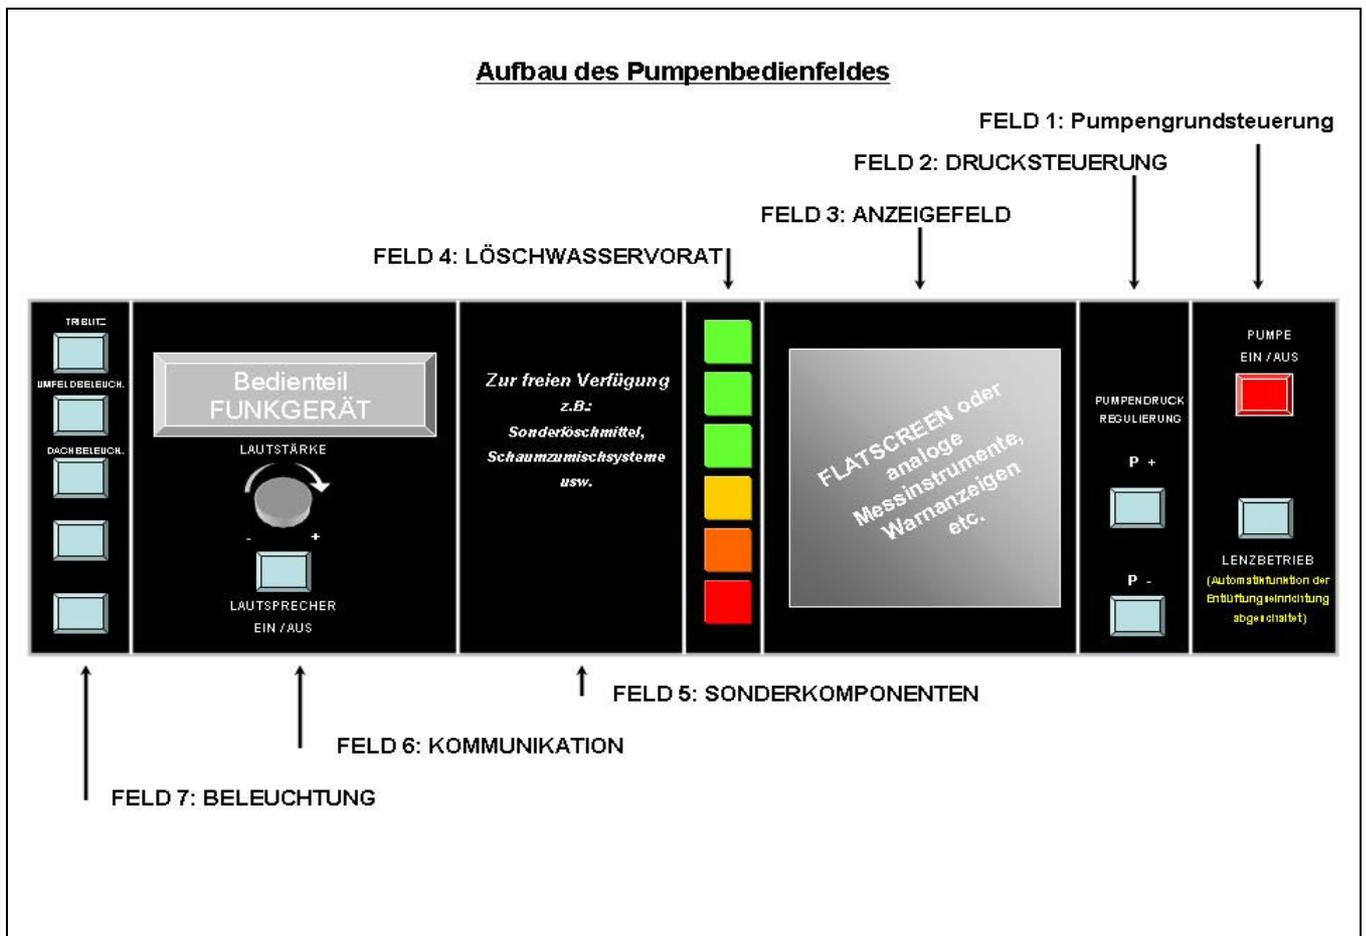

Abb. 2: Grundsätzlicher Aufbau des standardisierten Pumpenbedienfeldes SPBF
3. Die Bezeichnung der sieben Felder (entsprechend der Prinzipskizze in Bild 2, von rechts nach links) und die Richtmaße (Breite x Höhe) sind wie folgt vorzusehen: